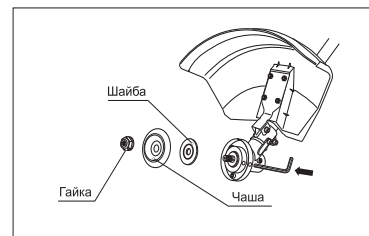

рис. 5
1. Подравнете отворите в чашата на редуктора и фланцовата шайба. Поставете металния заключващ щифт или шестстенна шпонка, влизачи в комплекта за доставка, в отворите на чашата на редуктора и фланцовата шайба. Развийте гайката по часовниковата стрелка, извадете я, а след това чашата и шайбата от вала на редуктора (рис. 5).